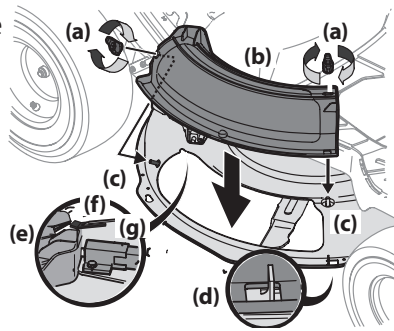

Figure 9
- Retirez les écrous papillon du plateau de coupe et conservez-les pour utilisation ultérieure. Voir Figure 9.
- Installez le bouchon de déchiquetage (b) sur l'orifice d'évacuation du plateau de coupe. L'arrière du bouchon de déchiquetage (b) doit être glissé sous la languette (f) du support arrière gauche (g). Introduisez les goujons (c) sur la surface du plateau de coupe dans les trous sur la partie supérieure du bouchon de déchiquetage (b). Introduisez la petite encoche sur le rebord du plateau dans le trou carré sur la partie inférieure du bouchon de déchiquetage (b). Voir Figure 9.